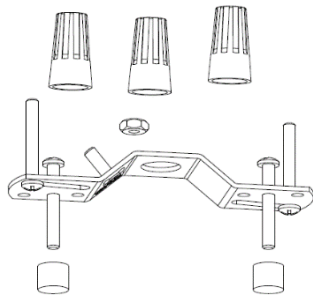

Figura 2
2. Retire los componentes de la lámpara y el paquete de piezas. *Compruebe que los cables negro, blanco y de cobre se extienden desde la parte posterior de la luminaria (la versión MVOLT también tendrá cables rosa y morado). Compruebe que se incluyen todas las piezas que se muestran en la Figura 2 y en la Tabla 1.*